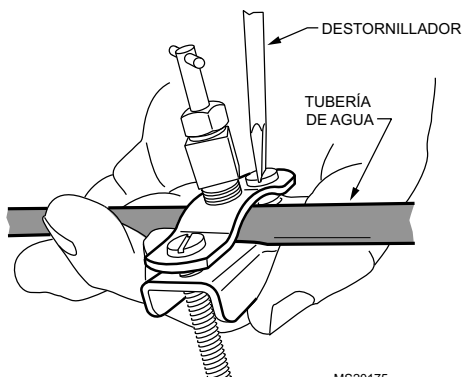

Fig. 6. Instalación de la válvula de asiento.
2. Utilice la válvula de montura autopercutor que se incluye para insertar en la tubería de agua en la ubicación elegida. Consulte la Fig. 6. Si utiliza un tubo galvanizado, purgue la tubería y pretaladre 3/17 in (4.4 mm) para la válvula de montura.